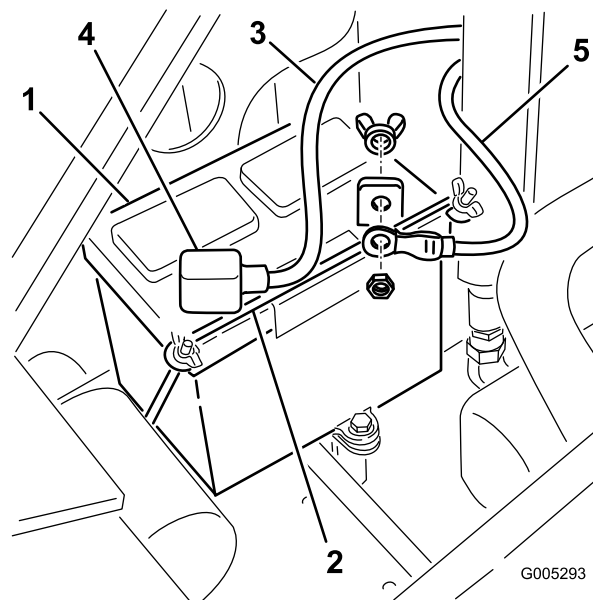

Figura 32
4. Retire las tuercas de orejeta y la barra que sujetan la batería (Figura 32).
5. Desconecte el cable negativo de tierra (negro) del borne de la batería (Figura 32). Guarde las fijaciones.
- Desconecte el cable positivo (rojo) del borne de la batería (Figura 32). Guarde las fijaciones.
- Usando las fijaciones que retiró anteriormente, conecte el cable positivo (rojo) al borne positivo (+) de la batería (Figura 32).
- Usando las fijaciones que retiró anteriormente, conecte el cable negativo (negro) al borne negativo (-) de la batería (Figura 32).
- Sujete la batería con la barra y las tuercas de orejeta (Figura 32).